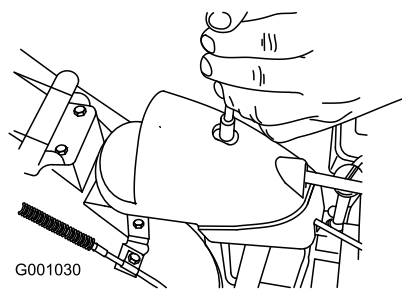

Figure 55
- Retirez la fixation du couvercle du secteur denté (Figure 55), soulevez l'avant du couvercle et faites-le coulisser en arrière de façon à l'écarter.